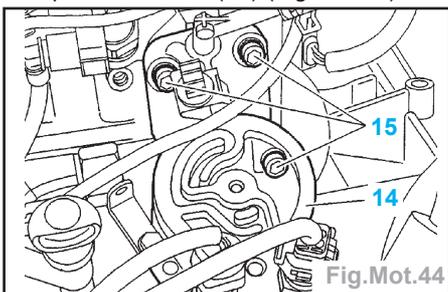

Fig.Mot.44
- le couvre-culasse supérieur (9) (avec déshuileur intégré),
- le couvre-culasse inférieur (8),
- le tube (6),
- les tubes haute pression des injecteurs (11),
- Déposer les 3 vis (15) (Fig.Mot.44).